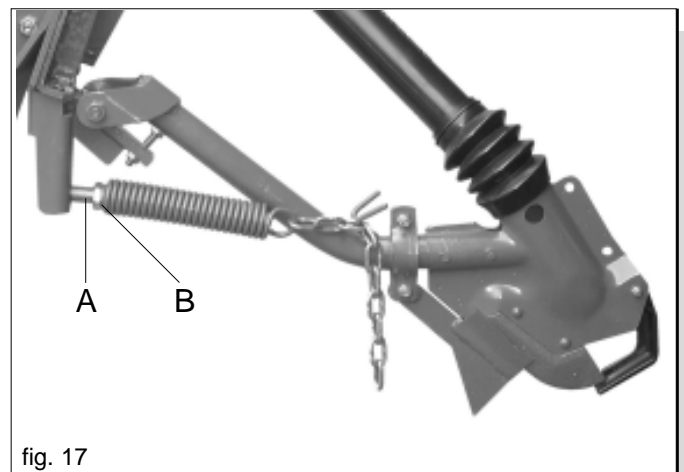

fig. 17
Nelle file esterne aumentare o diminuire la pressione registrando la vite (A Fig. 17) bloccandola con il dado (B).